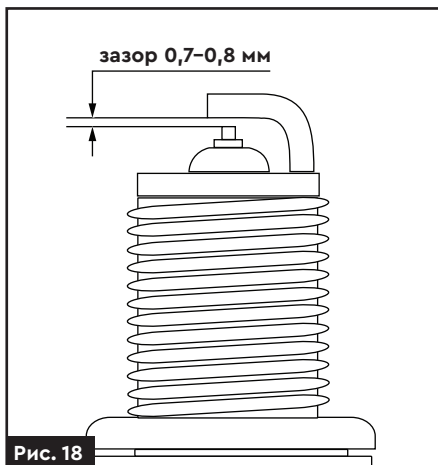

Рис. 18
6. Виміряйте зазор між електродами свічки запалювання, який має дорівнювати 0,7–0,8 мм (рис. 18).